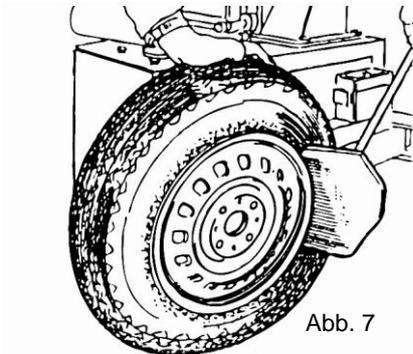

Abb. 7a
- Stellen Sie das Gewinde des Abdrückbegrenzers (siehe Abb.7a) so ein, dass die Abdrückschaufel den Reifenwulst ca.10 mm von dem Felgenhorn drückt und der Reifen nicht durchschlägt (Schmiermittel verwenden).